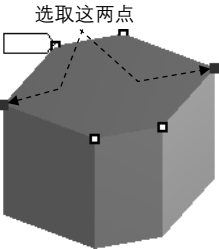

图 5.3.38 指定 side vertex
- (3) 指定 side vertex。单击以激活 **Specified Sides** 后的文本框，选取图 5.3.38 所示的点，单击 **Apply** 按钮确认。